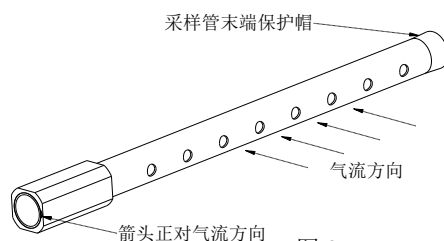

图 3
安装采样管时，采样管上面的进气孔必须正对气流的流动方向。为了确保正确地安装采样管，采样管上的凸缘处有箭头标志。确认采样管已经安装并确保箭头指向气流进入方向，如图 3 所示，这样气流可以直接从采样管小孔流入管道。采样管与排气管可以安装在管道的任一处，只要使排气管处于采样管气流下游即可。
6.2.1 当采样管长度小于管道宽度时，给采样管装上末端堵头。首先按气流方向将采样管插入壳体中，给采样管定位时，按图 3 所示，要确保箭头指向气流方向。按照要求，超过 900mm 长的采样管，采样管末端必须在探测管道的背面上有支撑。当风道宽度超过 2400mm 时，便用管道接头将采样管二段连接起来，确保采样管二段气流入口的小孔成行排列并正对气流方向。